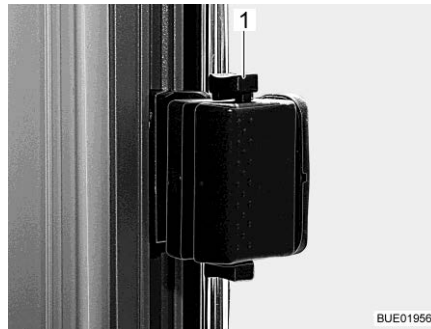

Fig. 115 Fenêtre coulissante, verrouillée
- Pousser le verrou (Fig. 115,1) vers le bas.